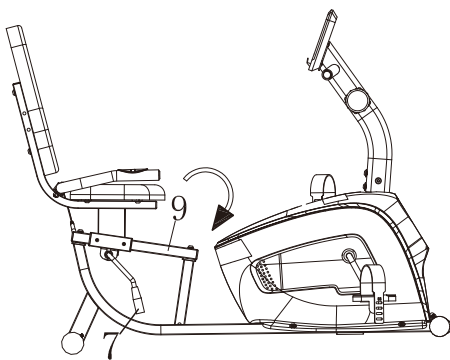

Fig 1
Drücken Sie den Bremsgriff (#7) nach unten, um zu lösen (siehe Abb. 1). Dann können Sie den Sitzrahmen (4) verschieben, um eine passende Position am verstellbaren Rohr (#9) zu finden. Ziehen Sie den Bremsgriff (#7) nach oben, um zu befestigen (siehe Abb. 2).